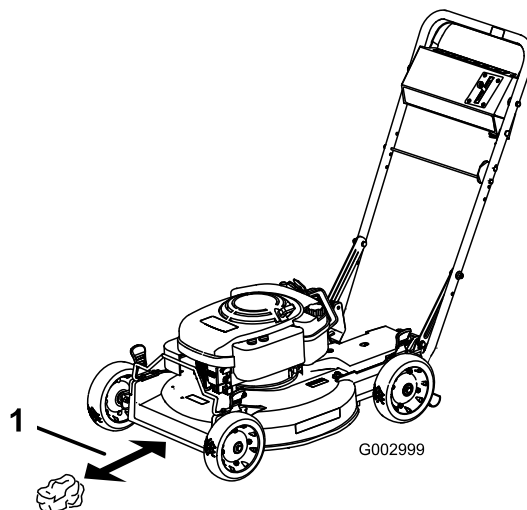

Figura 14
6. Coloque la bola de papel de periódico a unos 12,7 cm por delante del cortacésped (Figura 14).
- A. Coloque la bola de papel de periódico a unos 12,7 cm por delante del cortacésped (Figura 14).